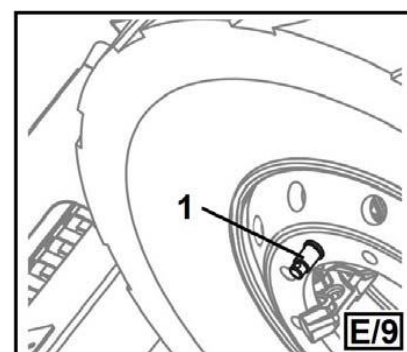

Рисунок 16
– Для предотвращения вращения обода на зажимах, особенно при использовании зажимов JAR, предлагается вставить штифт для легкосплавных дисков в одно из отверстий для крепления обода (см. рис. 16)